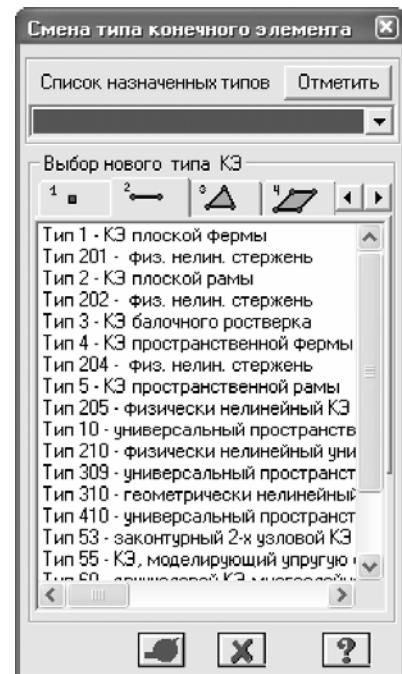

Рис.7.17. Диалоговое окно Смена типа конечного элемента
- В диалоговом окне **Смена типа конечного элемента** (рис.7.17) с помощью курсора выделите строку **Тип 210 - физически нелинейный универсальный пространственный стержневой КЭ**.